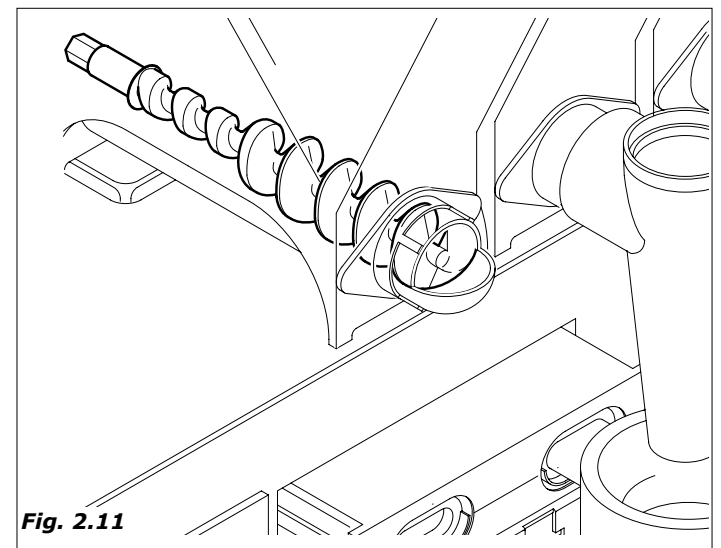

Fig. 2.11
- Se activa el motorreductor de producto soluble haciendo girar la espiral del contenedor de producto y dispensando sobre la batidora la dosis programada, (en algunas versiones más productos pueden cargarse en la misma mezcladora, vean el caso de leche y chocolate) (Fig.2.11).